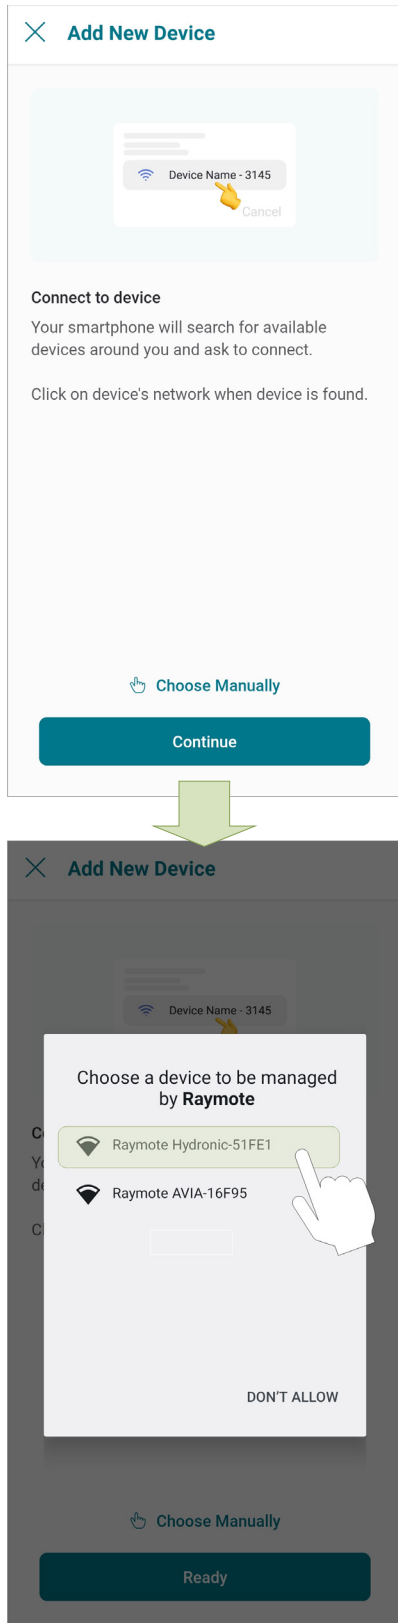

Figure 84. Connecter un téléphone Android
3. **Sous Android:** selon l'état de votre configuration actuelle, un ou plusieurs appareils s'affichent sur l'écran de l'appli. Sélectionnez le réseau sans fil auquel vous souhaitez l'associer, comme illustré à la **Figure 84**.